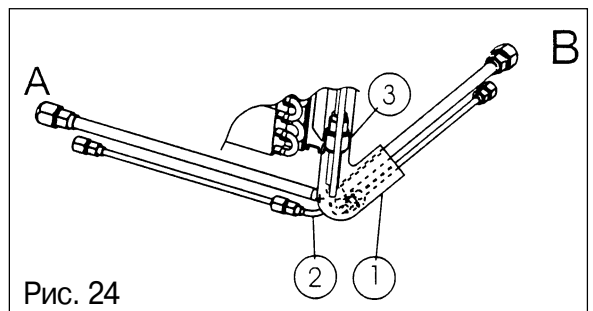

Рис. 24
7. Присоединение к правому патрубку на задней стенке (рис. 24):
- В. Освободите гайку (3) газовой трубы и поверните ее к правому патрубку, в положение В.